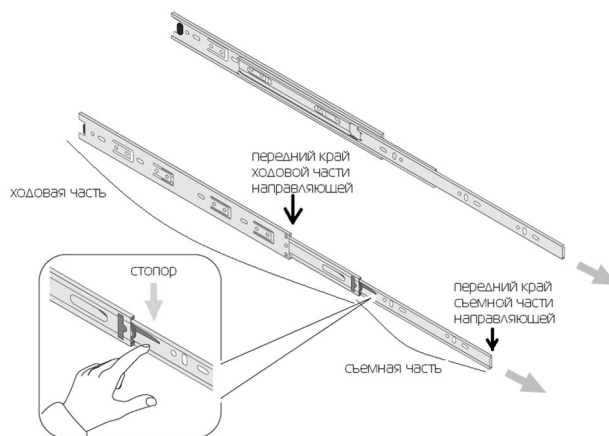

Рис.1 Схема направляющих
1. Прикрепить к боковинам (1,2) подпятники (25) гвоздями 1,6x25 (32) к торцам с нижней стороны на расстоянии 50мм от края.
2. Разъединить ходовую и съемную часть направляющих (27), нажав на пластиковый стопор, аккуратно вынуть съемную часть направляющих (рис.1). Установить при помощи саморезов 3,5x12 (29) ходовую часть направляющих (27) на боковину правую (1) и боковину левую (2) по разметке. Передний край ходовой части направляющей установить вровень с боковинами шкафа (1,2)
4. Соединить задние стенки (6) соединительным профилем (36). Выверить прямоугольность корпуса (равные диагонали) и закрепить соединенные задние стенки (6) гвоздями (32) с шагом 150-200 мм. Схема крепления задней стенки (6) приведена на рисунке 3.
5. Прикрепить к боковинам (1,2) карманы вешала (33) саморезами 3,5x12 (29). Установить в карманы вешала (33) штангу (35).